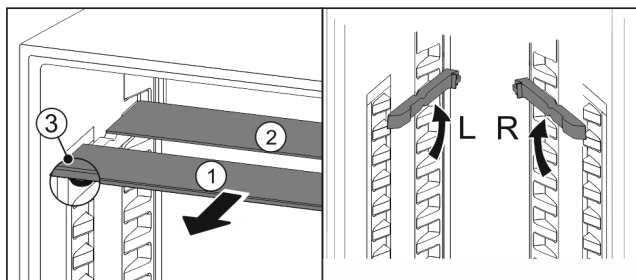

Fig. 140
- Retire las planchas de cristal individualmente hacia delante Fig. 140 (1).
- La placa de vidrio Fig. 140 (1) con moldura está situada delante.
- Los topes Fig. 140 (3) miran hacia abajo.